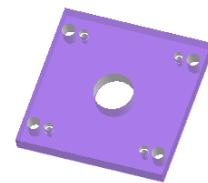

图 31.100 编辑动模座板
Step5. 设置深度选项。在操控板中选取深度类型 (拉伸至下一曲面)；在操控板中单击“切除材料”按钮 ，单击“反向”按钮 调整切削方向；在“拉伸”操控板中单击 按钮，完成特征的创建，结果如图 31.100 所示。